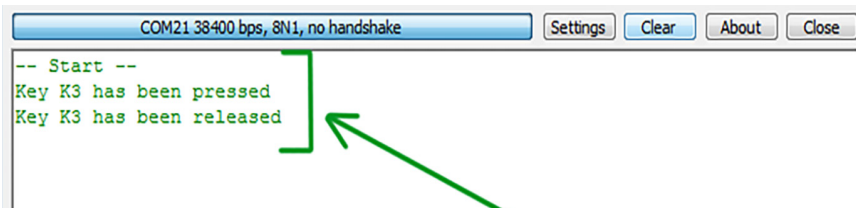

Рис. 4.12. Сообщения от микроконтроллера
4. Перейдите обратно в основное окно. Если COM-порт выставлен правильно и микроконтроллер передает сообщения, вы увидите их в основном окне (рис. 4.12).